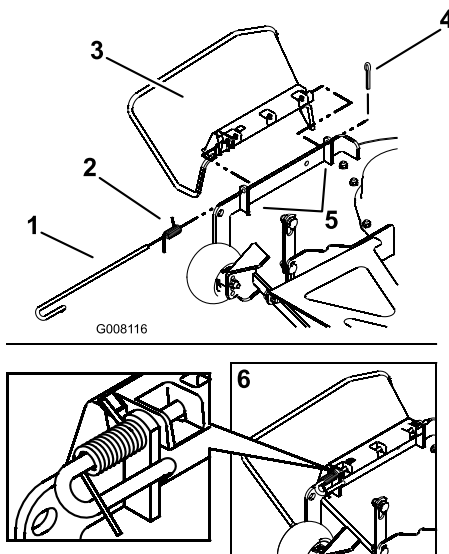

Figure 56
ressortir et que le ressort maintient le déflecteur d'éjection en position abaissée. Reportez-vous à la (Figure 56) pour l'orientation correcte.
1. Repérez les éléments illustrés à la Figure 56.
4. Orientez le ressort de sorte que le bout le plus court soit dirigé vers le déflecteur d'éjection et le bout le plus long soit dirigé vers le plateau comme illustré à la Figure 56. Placez le ressort sur la tige et glissez l'extrémité droite de la tige dans le support avant du déflecteur d'éjection, le déflecteur d'éjection et le support arrière du déflecteur d'éjection.